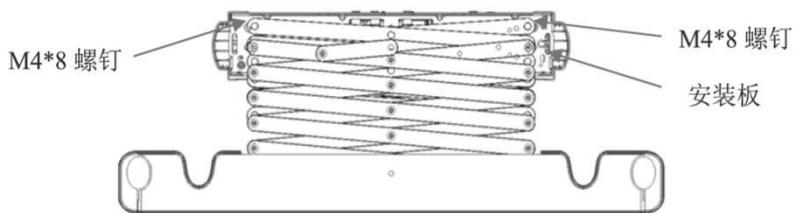

图 9
7、安装剪刀架：先将剪刀架一端安装在主机安装板上，用M4\*8mm螺钉紧固（如图9所示），再将钢丝绳的圆锌头套进衣杆支撑板上的钢丝绳挂口的卡孔内（如图10所示），剪掉剪刀组扎带。以同样的步骤安装好另一侧剪刀架。